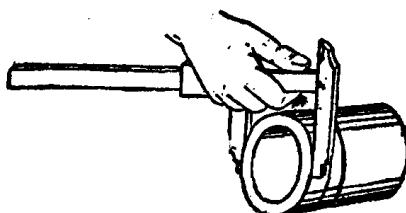

图7 一种测量外径的错误方法
(3) 在移动量爪和被测量的工件接触时，不允许过分地施加压力，所用的压力要使两个量爪恰恰能够接触工件表面就行，否则将会造成：
(4) 在测量外部尺寸和读取尺寸以后，最好先把活动量爪移开，再从工件上取下游标卡尺，切不可从工件上猛力抽下游标卡尺(如图7)。在利用量爪测量孔的直径时，把游标卡尺的量爪在孔内猛力转动和摆动是错误的，是不允许的，这样会使量爪的测量面很快地磨损，影响它的精度。